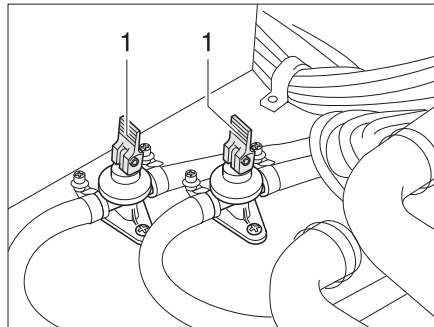

Fig. 121 Llaves de desagüe
- Cerrar las llaves de desagüe. Colocar para ello los balancines (Fig. 121,1) en posición horizontal.
- Abrir las llaves de desagüe (Fig. 121). Colocar para ello los balancines (Fig. 121,1) en posición vertical. La caldera se vacía hacia fuera a través de las llaves de desagüe.